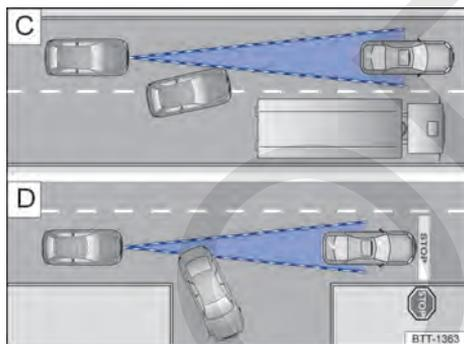

Fig. 144 [C] Cambio de carril. [D] Vehículo girando y otro detenido.
Si, p. ej., un vehículo detectado por el ACC gira o se aparta y delante del mismo se encuentra un vehículo detenido, el ACC no reaccionará ante este último → fig. 144 [D].
- En caso de vehículos que cambien al carril por donde usted circula a muy poca distancia del vehículo → fig. 144 [C].